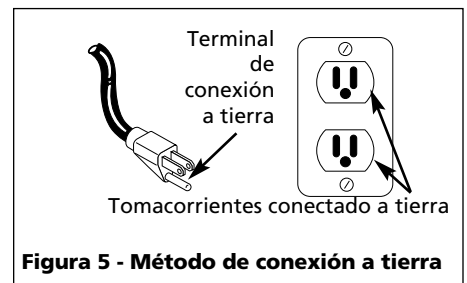

Figura 5 - Método de conexión a tierra
3. Este producto está diseñado para circuitos nominales de 120 voltios y tiene un enchufe para conexión a tierra similar al de la Figura 5. Cerciórese de conectarlo a un tomacorrientes cuya configuración sea similar a la del enchufe. Este producto se debe conectar a tierra. En caso de que ocurra un cortocircuito, esto evitaría el riesgo de choque eléctrico al ofrecerle un cable de desvío a la corriente eléctrica. Este producto tiene un cordón con un alambre y terminal de conexión a tierra. Debe